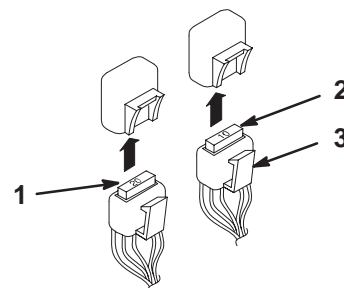

Figure 63
Fusible : Pompe d'injection – 10 A, à lame (Fig. 63)
Fusible : Moteur – 20 A, à lame (Fig. 63)
3. Repérez les fusibles dans la partie arrière gauche de la machine. Tirez sur le clip en plastique et abaissez-le pour accéder aux fusibles dans les porte-fusibles (Fig. 63).
4. Pour remplacer un fusible, tirez dessus pour l'enlever (Fig. 63).